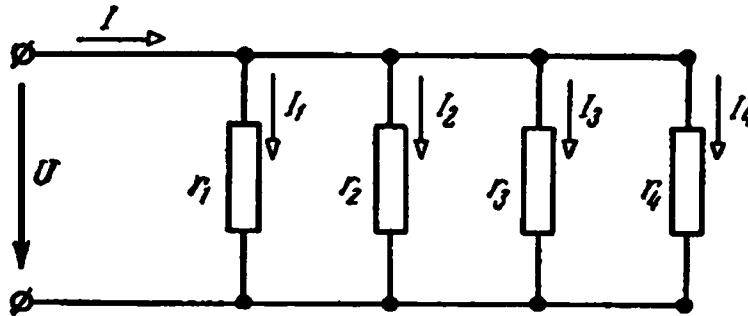

Рис. 1.35. Схема к заданию 1
*Задание 1:* вычислить эквивалентную проводимость  $g$  и эквивалентное сопротивление  $r$  цепи (рис. 1.35), напряжение  $U$  на зажимах цепи и токи в параллельных ветвях, если ток  $I = 46,2$  А,  $r_1 = 10$  Ом,  $r_2 = 50$  Ом,  $r_3 = 20$  Ом,  $r_4 = 25$  Ом.